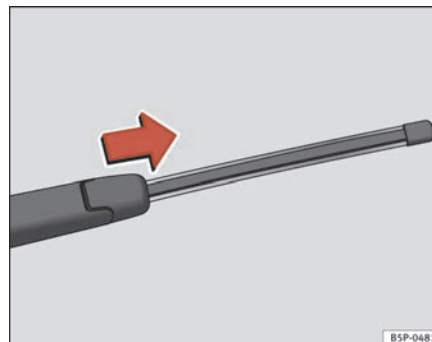

Fig. 162 Extraer la escobilla del limpialuneta
- Separe el brazo del limpiaventana de la luneta ⇒ página 236, fig. 162.
- Deslice el adaptador de la escobilla en la dirección de la flecha y retire la escobilla ⇒ página 236, fig. 162.